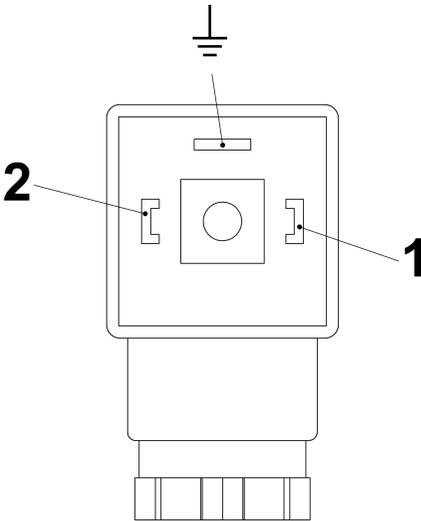
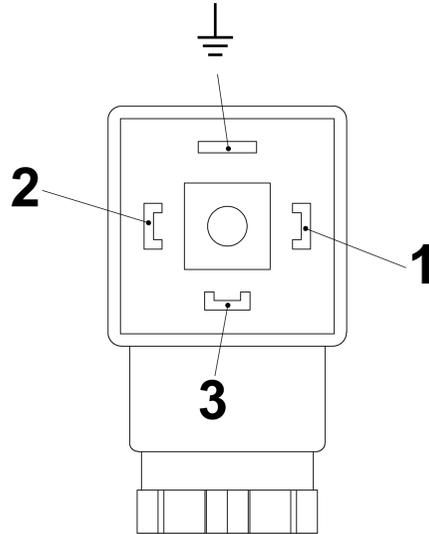

Abb. 26: Pin-Belegung Steckerdose Schließer (Form 30x70)
Abb. 27: Pin-Belegung Steckerdose Wechsler (Form 30x70)
6. ➤ Anschluss gemäß den Anschlussbildern (Abb. 26 und Abb. 27) vornehmen